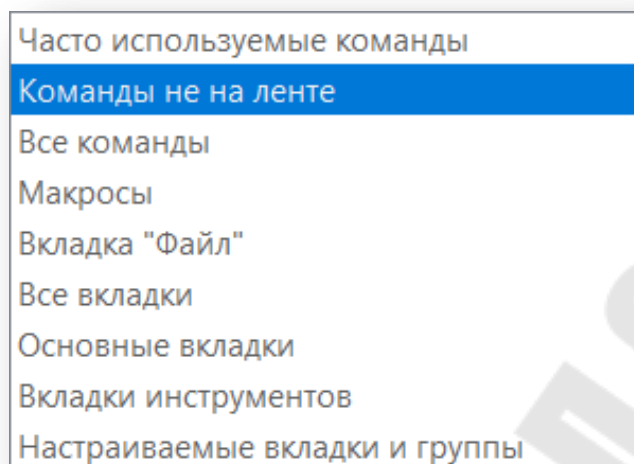

Рис. 2.40. Параметры Project
d. В левом столбце нажмите стрелку под *Выбрать команды:*, а затем выберите *Команды не на ленте* (рисунок 2.40).